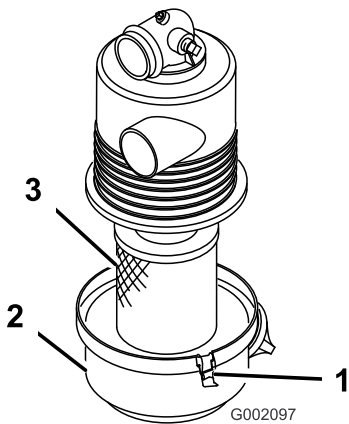

图 12
1. 检查空气滤清器壳体是否有可能导致空气泄漏的损坏。确保盖子密封在空气滤清器壳体周围图 12。
2. 松开将空气滤清器盖固定到空气滤清器外壳上的门锁图 12。
3. 从空气滤清器外壳上分离空气滤清器盖并清洁盖子的内部图 12。
3. 将空气滤清器滤芯插入空气滤清器外壳图 12。
4. 将空气滤清器盖与空气滤清器外壳对齐图 12。
5. 用门锁图 12将盖子固定到外壳上。